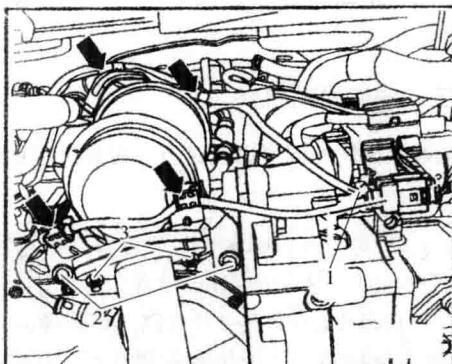

图 1-18 脱开尾气催化净化器 G39 的连接插头
30) 旋出紧固螺栓。如图 1-18 所示，脱开尾气催化净化器 G39 的连接插头。将氧传感器的线束从变速器上脱开。